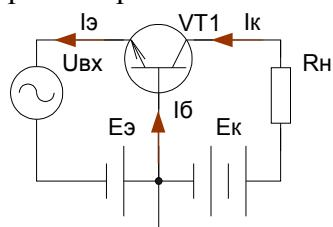

Рис. 64
1) Схема включения с общей базой (смотрите рисунок 64). Любая схема включения транзистора характеризуется двумя основными показателями: